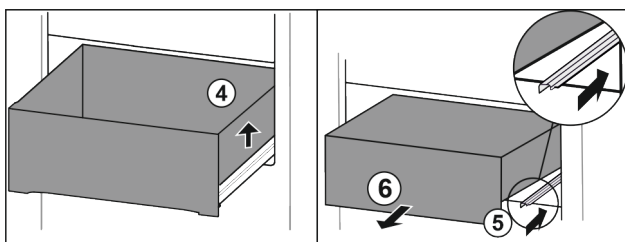

Fig. 128
- Nadzvedněte zásuvku vpravo. Fig. 128 (4)
- Zasuňte pravou kolejničku. Fig. 128 (5)
- Vyjměte zásuvku dopředu. Fig. 128 (6)